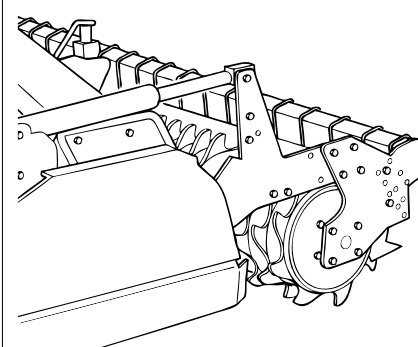

Fig. 14
3. Avec des cylindres hydrauliques (Fig. 14). Cette solution pour le réglage de la profondeur de travail avec cylindres à commande hydraulique, est réalisée à partir du poste de conduite, au moyen de la commande hydraulique des deux cylindres hydraulique, qui règlent les rouleaux arrière (8 Fig. 1) et donc qui détermine la profondeur de travail. Les deux cylindres hydrauliques sont dotés d'une soupape de blocage.